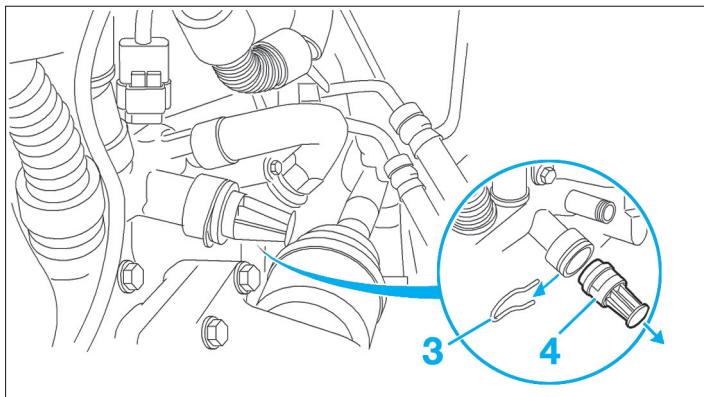

FIG. 44
- Retirer l'agrafe (3) du bouchon (4) pour vidanger le moteur (Fig.44).